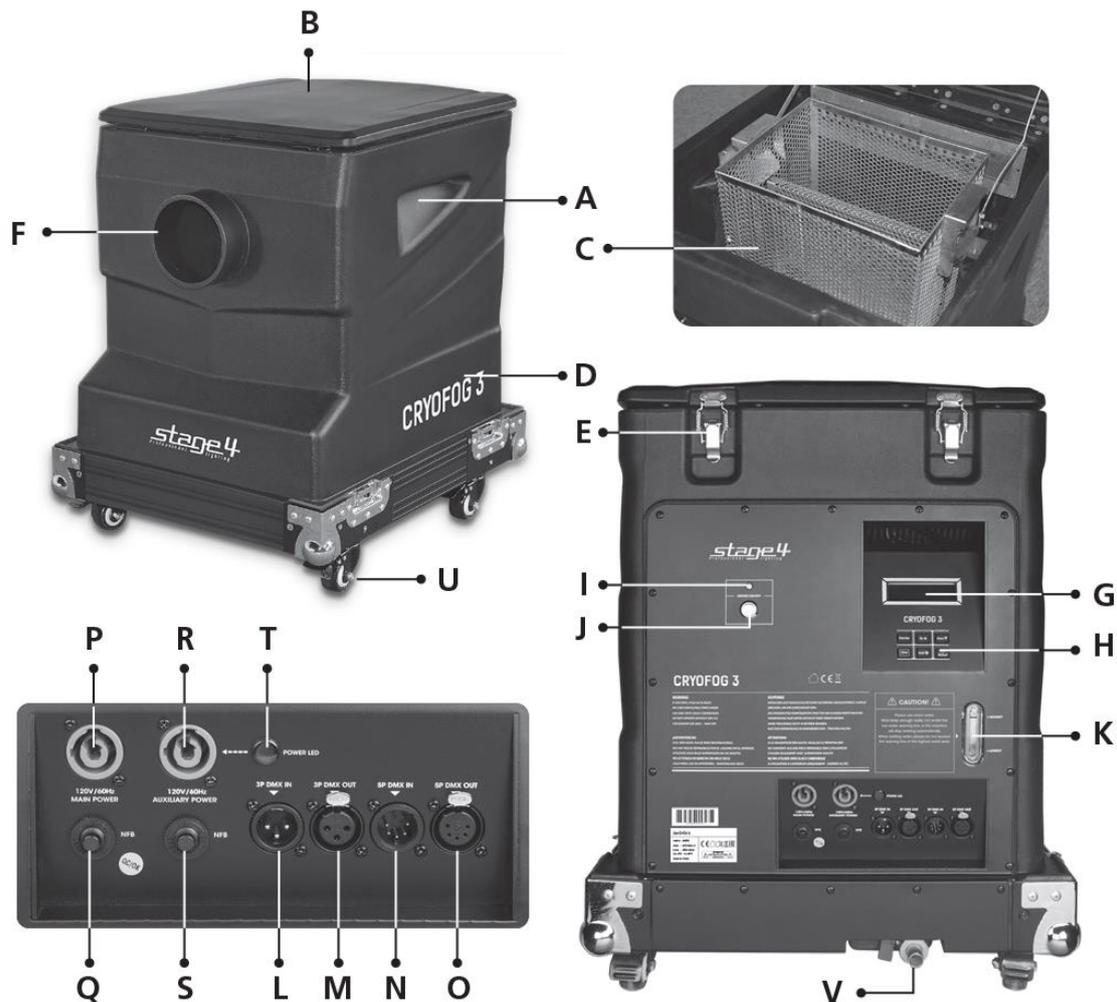

Рисунок 1
5. Залейте чистую воду в охлаждающую камеру (Рисунок 1-B), вода перетечет из охлаждающей камеры в нижний бак для воды (Рисунок 1-D). Будьте осторожны, не превышайте ватерлинию и используйте только чистую воду. Когда воды недостаточно, генератор автоматически перестанет работать.
6. Наденьте защитные перчатки, положите сухой лед в емкость для сухого льда и поместите в охлаждающую камеру (рис. 1-B и C).
8. Для управления используйте ЖК-дисплей и функциональные кнопки (Рисунок 1-G и H) или контроллер DMX.